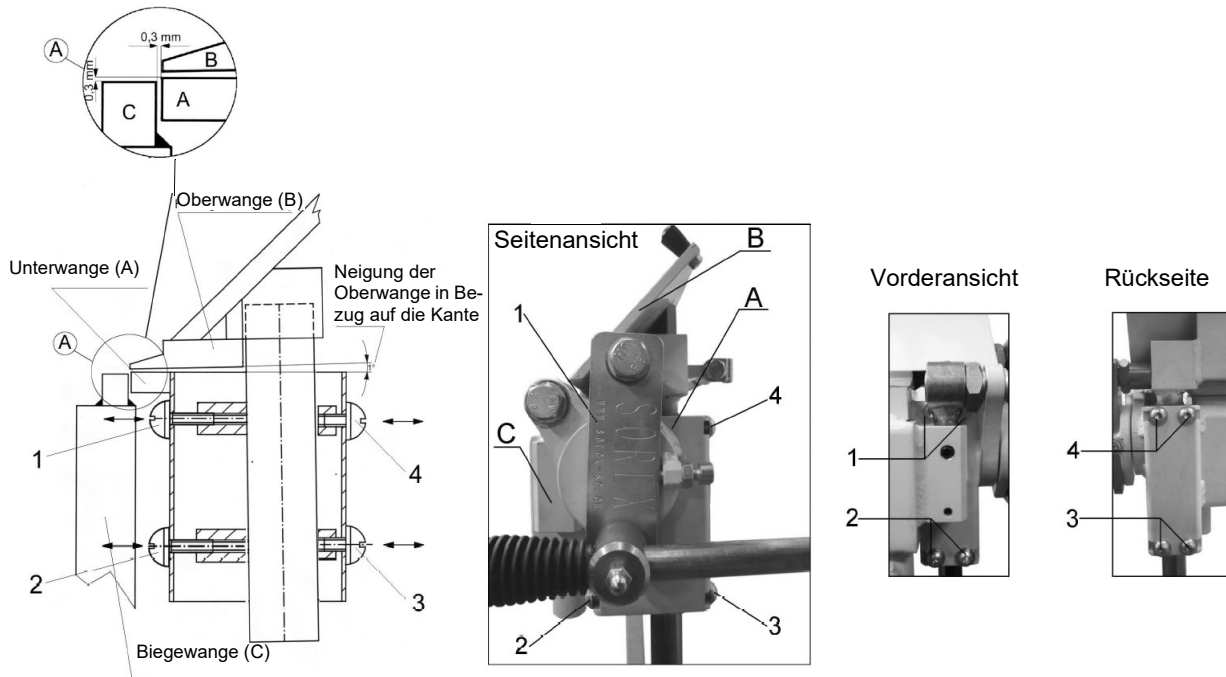

Abb.7-3: Einstellung der Position und Neigung der Oberwange
7.3 Einstellung der Unterwange (A)
Schritt 1: Die Kontermutter (Pos. 1, Abb. 7-3) lösen.
Schritt 2: Beim Drehen der Spannschrauben (Pos. 2, Abb. 7-3).
Schritt 3: Nach allen Einstellungen die Kontermutter (Pos. 1, Abb. 7-3) anziehen.
Schritt 2: Die Spannschrauben (Pos. 4, Abb. 7-3) auf der rechten Seite drehen, die Wange wird auf der rechten Seite geneigt.
Die Spannschrauben (Pos. 4, Abb. 7-3) auf der linken Seite drehen, die Wange wird auf der linken Seite geneigt.